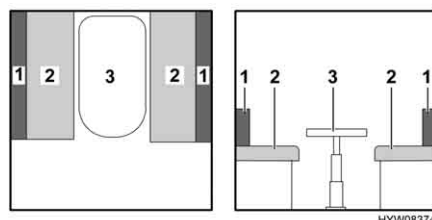

Fig. 39 Prima della trasformazione
- Collocare i cuscini dello schienale (Fig. 39,1) sotto il tavolo.